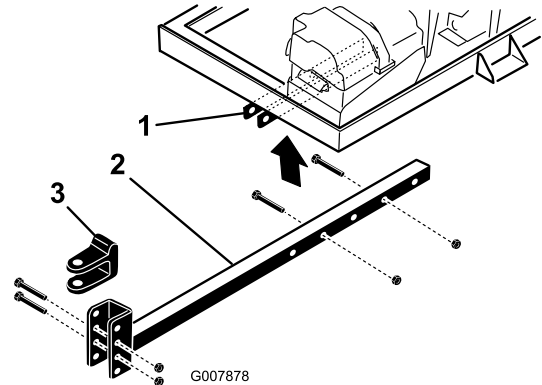

Figura 4
2. Introduzca la barra del enganche en los soportes del bastidor (Figura 4). Sujete la barra al bastidor con 2 pernos (3/8" x 3") y tuercas con arandela prensada (3/8") y apriete las fijaciones a 40 N·m.
- Retire los pernos y las contratuercas que sujetan la horquilla de enganche (Figura 4) a la barra de enganche.
- Retire los pernos y tuercas que sujetan la barra de enganche a los soportes del bastidor (Figura 4).